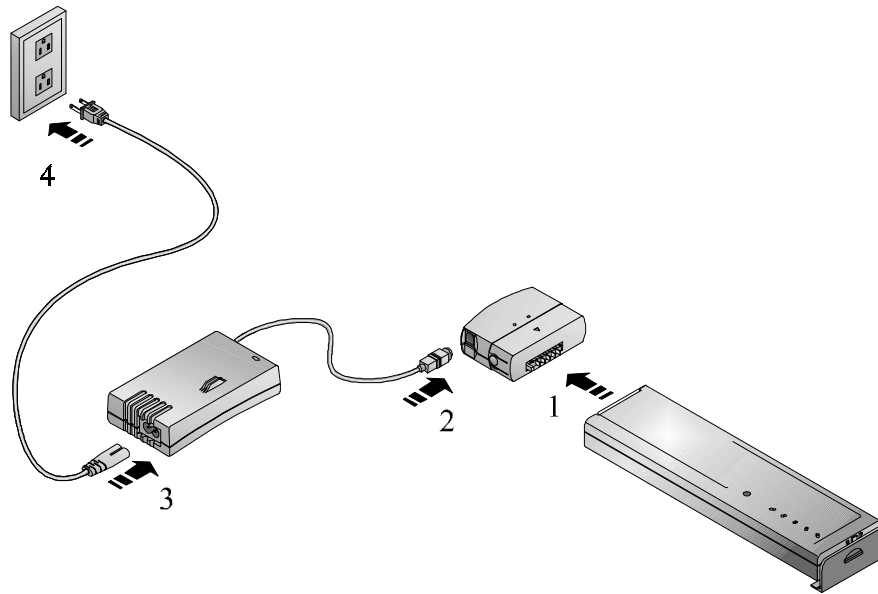

Figure 6-11 : chargement d'une batterie avec le chargeur externe
1. Branchez la batterie au chargeur de batterie externe (figure 6-11 - étape 1).
2. Branchez l'adaptateur de courant au chargeur de batterie externe (figure 6-11 - étape 2).
3. Branchez le cordon d'alimentation secteur dans l'adaptateur de courant (figure 6-11 - étape 3).
4. Insérez le cordon d'alimentation secteur dans une prise de courant, murale par exemple (figure 6-11 - étape 4).